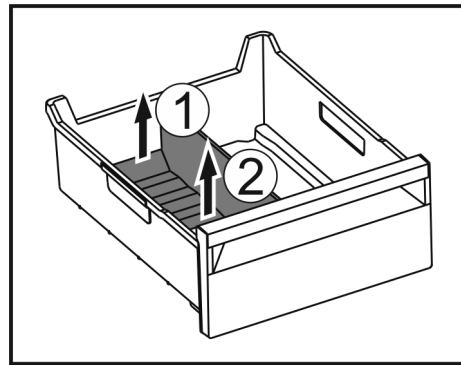

Fig. 168
- ▶ Achterste deel van de ijsvak-scheider optillen. Fig. 168 (1)
- ▶ Ijsvak-scheider er naar boven toe uitnemen. Fig. 168 (2)